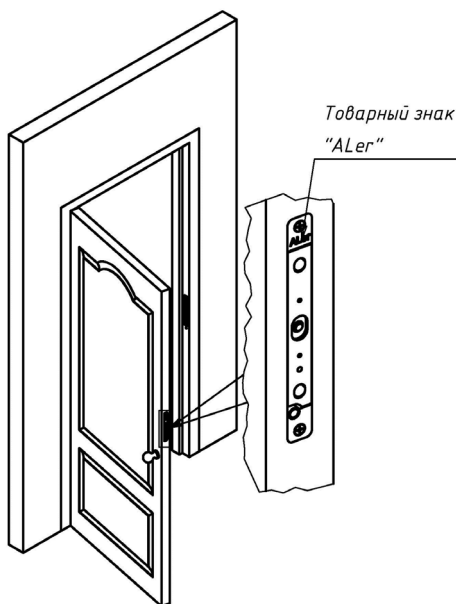

Рисунок 2 – Установка замка в вертикальном варианте
6.1 Корпусная часть замка AL-250SM монтируется в дверную коробку, якорная часть - в дверное полотно. Замок в вертикальном варианте установки монтируется в среднюю часть двери (рисунок 2), замок горизонтального варианта устанавливается в верхней части двери (рисунок 3). Габаритные размеры якорной и корпусной частей замка приведены на рисунках 5 и 6.
Якорная часть при вертикальной установке замка должна быть сориентирована в гнезде по установочной метке в виде товарного знака «ALer» направлением вверх (рисунок 2), для горизонтального варианта установки знак «ALer» на якорной части должен ориентироваться в сторону оси поворота двери (рисунок 3).